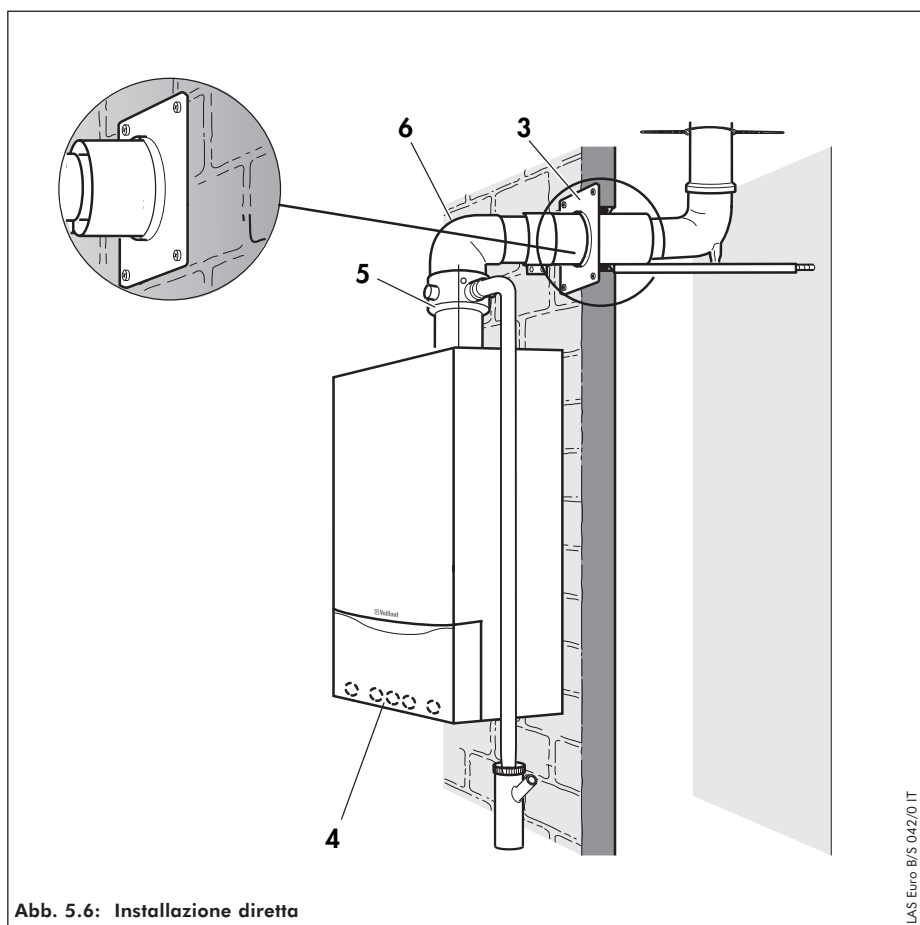

Abb. 5.6: Installazione diretta
- Definire il punto di installazione e praticare un foro (misure: vedere fig. 5.6).
- Praticare un foro nella parete posteriore del camino ed inserire la staffa di sostegno (1).
- Fissare la curva a 90° (2) al dispositivo di bloccaggio della staffa (1).
- Inserire ad una distanza massima di 5 m per ognuno i distanziatori (3) sui tubi gas combustibili.
- Far scendere dall'alto il primo tubo gas combustibili (4) per mezzo di una fune (5) finchè si possa raccordare il successivo tubo (6).